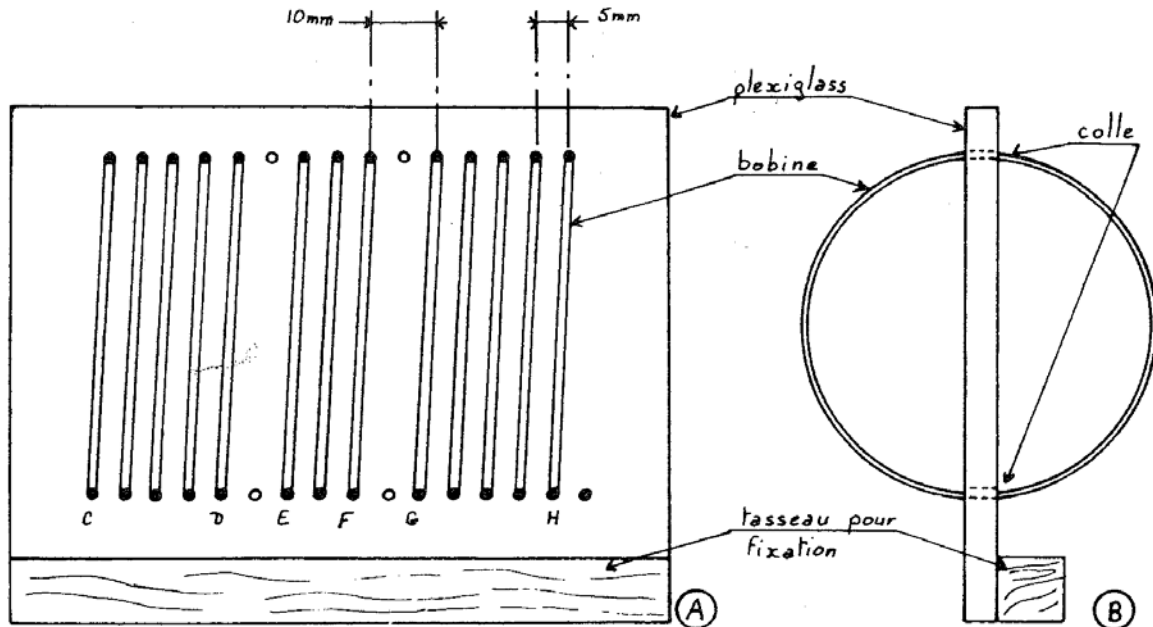

FIGURE 4. Echelle  $1/1,25 = 4/5 = 800 \text{ ‰}$
- « Visser » la bobine et placer, suivant un  $\varnothing$  horizontal, 2 rectangles de carton épais (en pointillés sur la figure 4-B) qui resteront jusqu'à la fin du séchage d'un collage à l'Araldite immobilisant le fil de la bobine dans chaque trou. Ne pas coller dans les 2 trous séparant D de E et F de G.